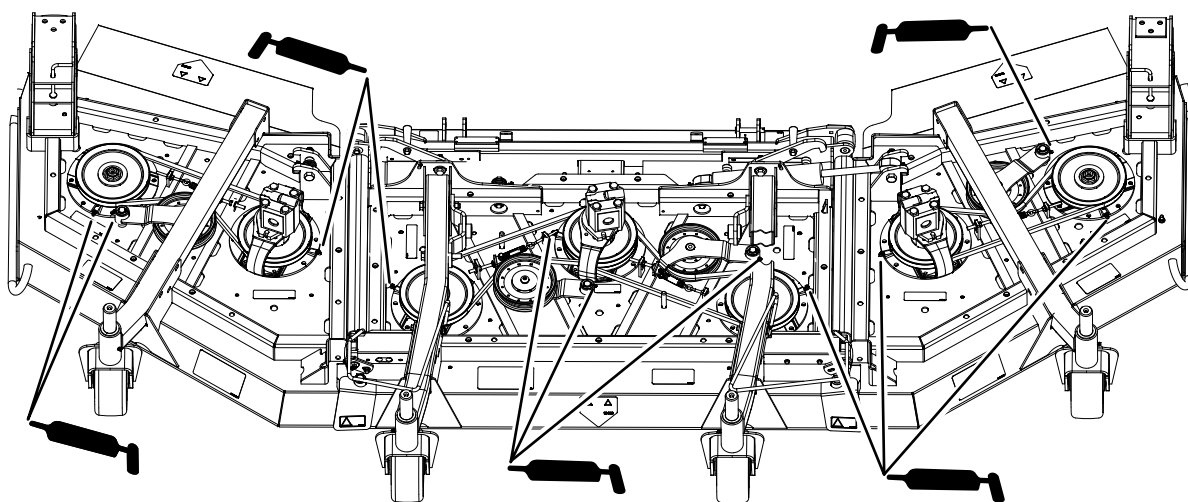

Figure 83
- 3 paliers d'axes de pivot (sous la poulie) (Figure 83)
- 2 bagues de pivot de bras de tension (Figure 83)